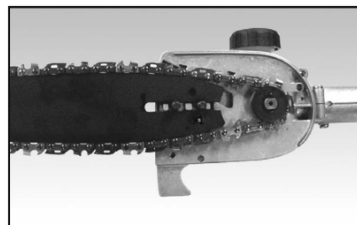

Fig. 3C
4. Die Einstellschraube für die Spannung so einstellen, dass die Stange eingeführt werden kann (Abb. 3C). Achten Sie darauf, dass Sie der Nut auf der Führungsschiene folgen und die Einstellschraube für die Spannung (Abb. 3D) einstellen, um die Kette anzuziehen.